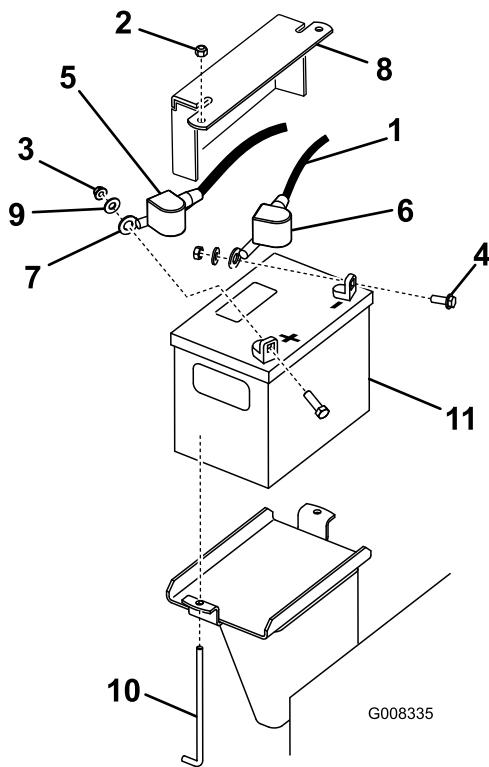

Figure 40
3. Enlevez le capuchon en caoutchouc noir qui protège le câble négatif. Débranchez le câble négatif de la batterie de la borne négative (-) de la batterie (Figure 40).
- Enlevez le capuchon rouge de la borne positive (rouge) de la batterie. Débranchez ensuite le câble positif (rouge) de la batterie (Figure 40).
- Enlevez la plaque de maintien, les boulons en J et les contre-écrous de fixation de la batterie (Figure 40). Retrait de la batterie.
1. Branchez le câble positif (rouge) de la batterie à la borne positive (+) à l'aide des fixations retirées précédemment (Figure 40).
3. Branchez le câble négatif de la batterie à la borne négative (noir) au moyen des fixations retirées précédemment (Figure 40).
4. Fixez la batterie au moyen de la barre et des écrous à oreilles (Figure 40).